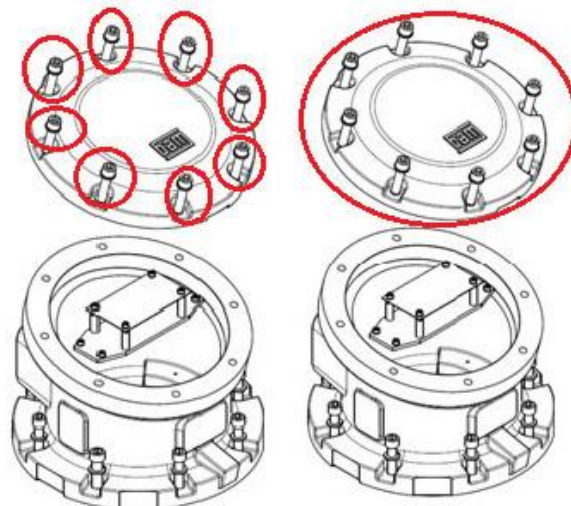

Рис. 8-6. Демонтаж крышки клеммной коробки
1. Отдайте обозначенные ниже крепежные болты (см. рис. 8-6 слева) и сохраните их для дальнейшего использования.
2. Снимите крышку клеммной коробки (см. рис. 8-6 справа) и отложите в сторону для последующего использования.